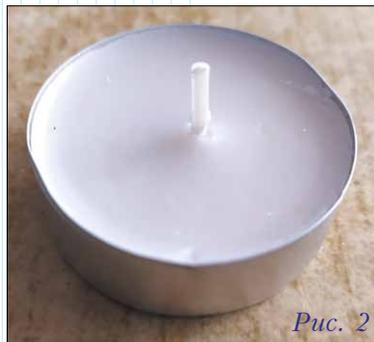

Рис. 2
- в этот подсвечник будут вставляться имеющиеся в продаже чайные свечи диаметром 39 мм (рис. 2). Благодаря наличию у свечи алюминиевой обоймы, отпадает необходимость использовать термостойкий материал;